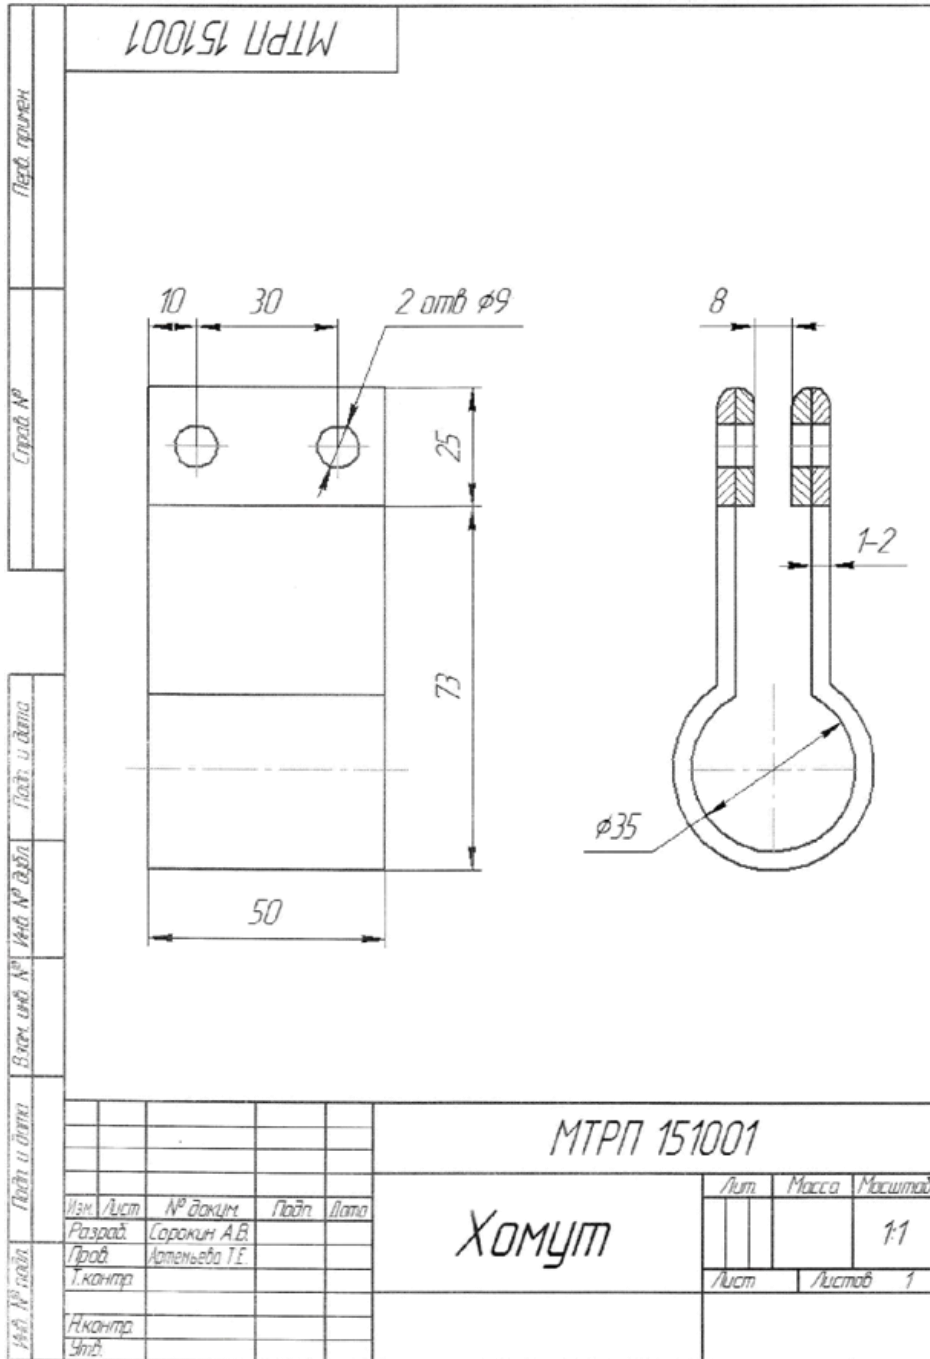

Рисунок 2. Чертеж детали
4. Произвести разметку детали, согласно чертежа, смотри рисунок 2.